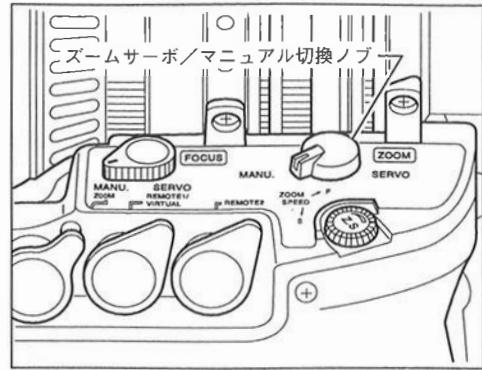

Fig2-1
- ドライブユニット底面部のズームサーボ / マニュアル切換ノブを“MANU.”側にしてください。(Fig2-1 参照)